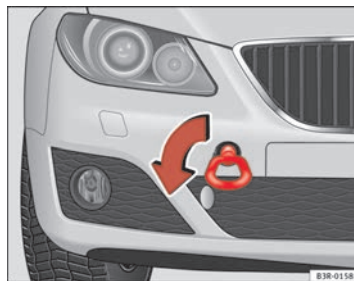

Fig. 246 Lato anteriore del veicolo: montaggio dell'anello per traino
- Avvitare l'anello fino in fondo verso *sinistra*, nel senso indicato dalla freccia ⇒ pag. 307, fig. 246. ■